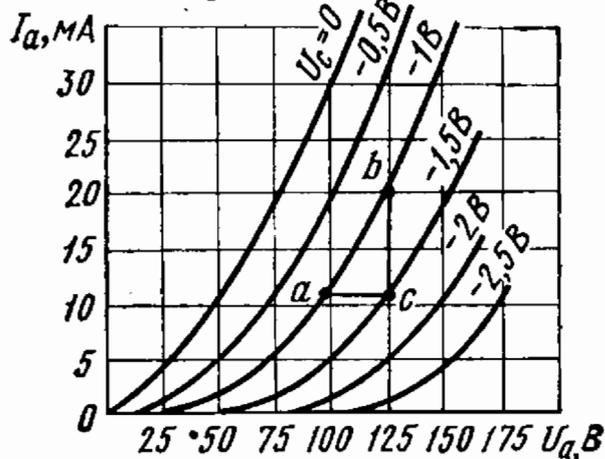
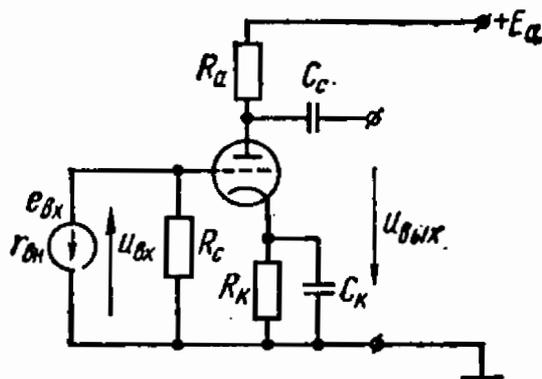

Рис. 13.8
Рис. 13.18
13.8. На рис. 13.8 приведено семейство анодных характеристик триода типа 6СЗП.
13.18. Определить величину выходного напряжения усилительного каскада, собранного на триоде 6С2С, коэффициент усиления которого $\mu = 20,5$ и крутизна $S = 2,55 \text{ мА/В}$, для двух случаев: при подключенном и отключенном конденсаторах C_k (рис. 13.18), если
13.19. Найти значения R_a , R_k и C_k в схеме усилительного каскада (рис. 13.18), собранного на триоде 6С2П ($\mu = 50$, $S = 18 \text{ мА/В}$, $E_a = 150 \text{ В}$), анодные характеристики которого приведены на рис. 13.8, если входное напряжение $U_{вх} = 0,7 \text{ В}$, а частота $f = 500 \text{ Гц}$.